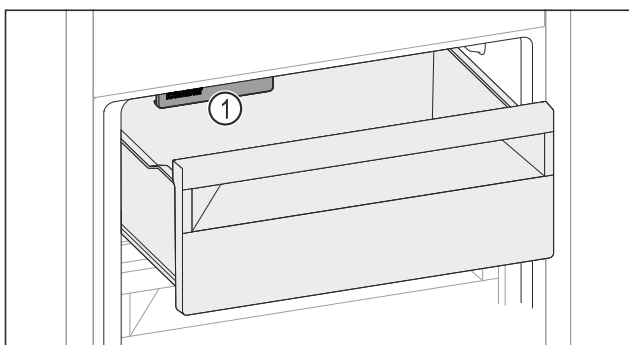

Fig. 151
- Tenez compte de l'IceMaker Fig. 151 (1).